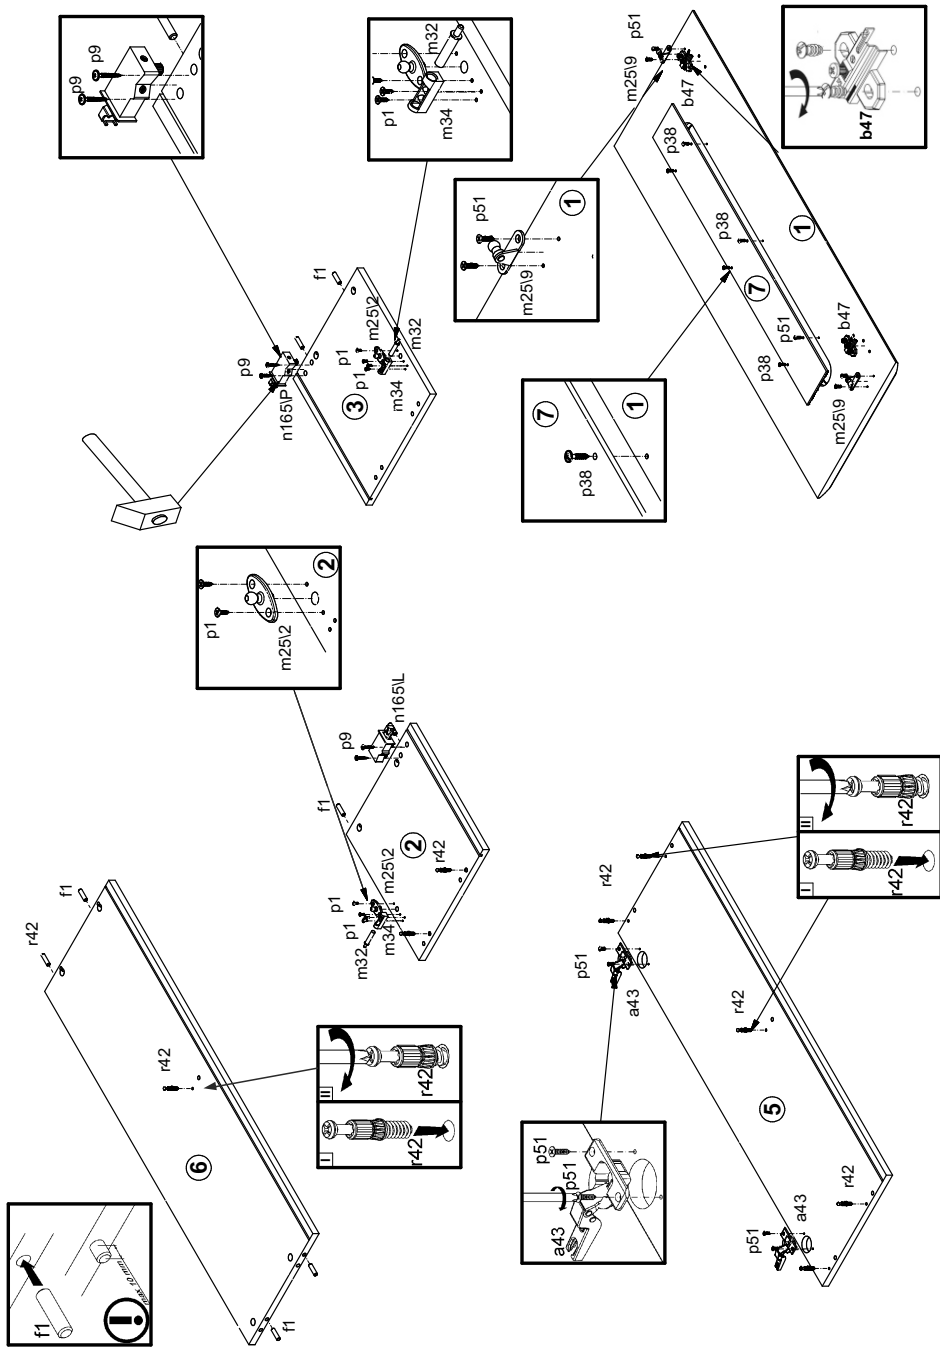
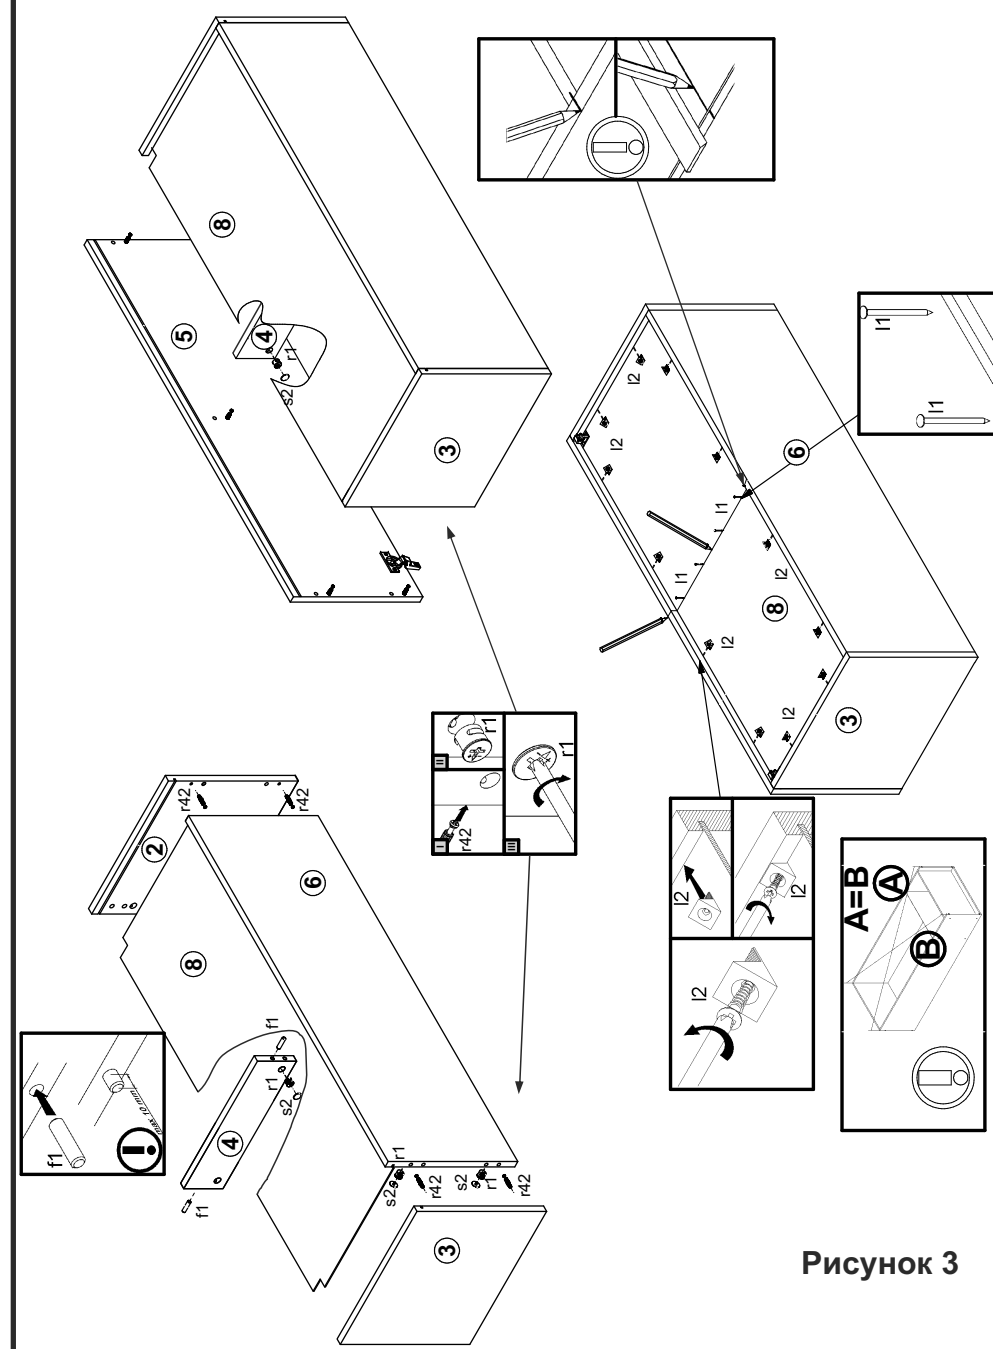

Рисунок 2
Рисунок 3
2. В отверстия $\varnothing 8$ мм на верхней кромке стенок боковых **2, 3** (см. рис. 2), на верхней и нижней кромке стенки средней **4** (см. рис. 3), на боковых кромках полки соединительной **6** (см. рис. 2) вбить деревянные шканты **f1**.
3. В отверстия $\varnothing 10$ мм на внутренних поверхностях стенок боковых **2, 3** вставить кронштейны для навешивания **n165L**, **n165iP** и закрепить при помощи шурупов **p9** (см.рис. 2).
4. В отверстия $\varnothing 3$ мм (**кернения**) на внутренних поверхностях стенок боковых **2, 3** при помощи шурупов **p1** закрепить корпуса демфера **m34**, а затем в корпуса вставить демферы **m32** (см.рис. 2).
5. В отверстия $\varnothing 3$ мм (**кернения**) на внутренних поверхностях стенок боковых **2, 3** при помощи шурупов **p1** закрепить элемент кронштейна двери **m25i2** (см.рис. 2).
6. В отверстия $\varnothing 26$ мм на нижней поверхности щита **5** закрепить петли шарнирные **a43** шурупами **p51** (см.рис. 2).
7. В отверстия $\varnothing 5$ мм на внутренних поверхностях щита верхнего **5**, стенок **2, 3** (см. рис. 2) вкрутить винты стяжки **r42**.
8. В отверстия $\varnothing 15$ мм на верхней поверхности полки **6** (см. рис. 3), на боковых поверхностях стенок **2, 3, 4** (см.рис. 3) вставить стяжки эксцентрикковые **r1**.
9. Соединить детали **2, 3, 4, 6**, предварительно в пазы деталей **2, 3, 6** вставив стенку заднюю **8**, и затянуть стяжки эксцентрикковые **r1**, пользуясь отверткой (см. рис. 3).
10. Присоединить щит **5** к стенкам **2, 3, 4** и затянуть стяжки эксцентрикковые **r1**, пользуясь отверткой (см. рис. 3). Стяжки эксцентрикковые **r1** закрыть заглушками **s2**.
11. Положить корпус изделия фасадными кромками вниз на ровную поверхность и выровнять его, измеряя рулеткой расстояние между противоположными углами по диагонали. Расстояния должны быть равными (см. рис. 3).
12. Закрепить стенку заднюю **8** на корпусе изделия гвоздями **I1** с шагом 80-120 мм, элементами крепления стенки задней **I2** (см. рис. 3).
17. Соединить детали **1, 7** с помощью шурупов **p38** (см.рис. 2).
18. В отверстия $\varnothing 5$ мм на внутренней поверхности двери **1** закрепить еврошурупами ответные планки петли **b47** (см.рис. 2).
19. В отверстия $\varnothing 3$ мм на внутренней поверхности двери **1** закрепить шурупами **p51** элементы кронштейна двери **m25i9** (см.рис. 2).